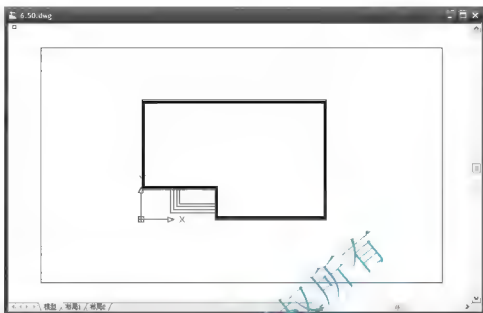

图 6.50 绘制矩形
(2) 在命令行输入“Rec”后按 Enter 键,启动【矩形】命令,绘制如图 6.50 所示的矩形。